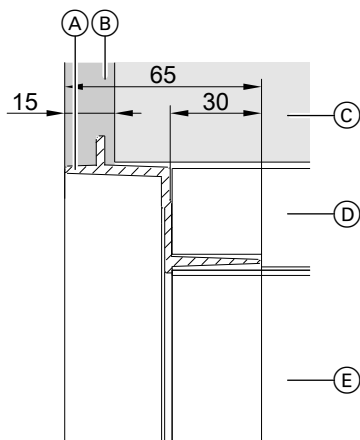

Abb. 33
5. Geplante Putzstärke berücksichtigen. Der Putz muss mit der vorderen Kante des Unterputzrahmens bündig sein: Siehe Abb. 33. Neigung und Abstand über Einschraubtiefe einstellen.